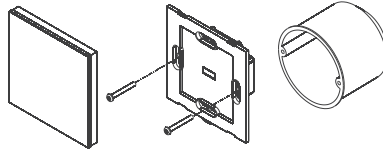

Рисунок 2. Установка панели в монтажную коробку.
- 3.6. Установите панель в монтажную коробку и закрепите ее при помощи двух винтов (рисунок 2).